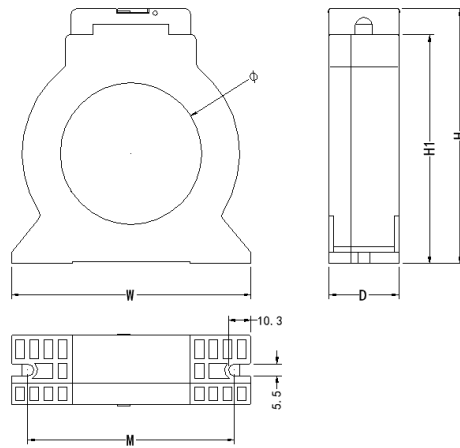
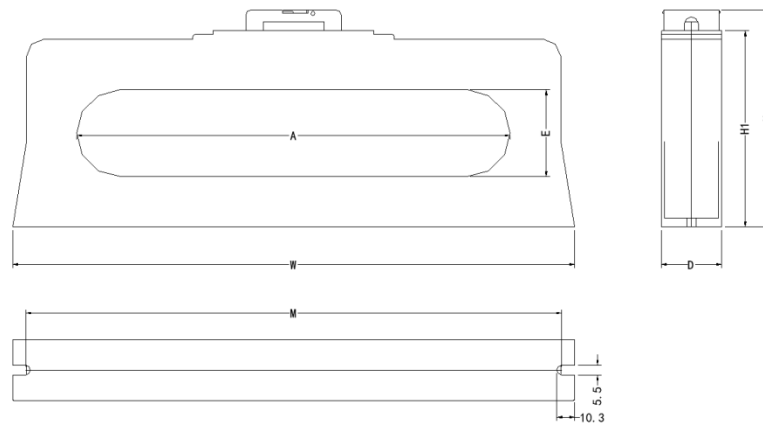

图 2.16 闭口圆孔型剩余电流互感器外形示意图
图 2.17 闭口方孔型剩余电流互感器外形示意图
2.3.2 配闭口式圆孔剩余电流互感器的探测器外形尺寸图如图 2.16 所示，配闭口式方孔剩余电流互感器的探测器外形尺寸图如图 2.17，参数见表 2.5: